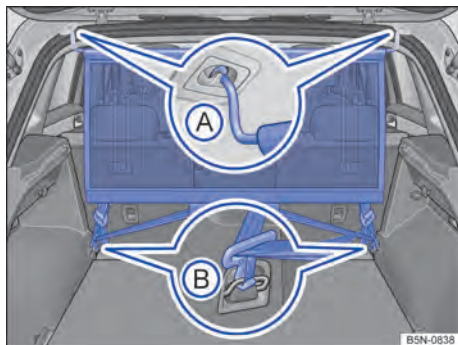

Fig. 181 Rede divisória instalada.
- Enganchar a rede divisória no alojamento traseiro esquerdo no teto → Fig. 181 (A). Atentar para que a barra transversal seja puxada de cima da posição superior para baixo.
- Enganchar a rede divisória no alojamento traseiro direito no teto flexionando a barra transversal → Fig. 181 (A).
- Enganchar ambos os ganchos da rede divisória nos olhais de amarração no compartimento de bagagem → Fig. 181 (B) e tensionar os cintos com firmeza.
- Desenganchar os ganchos da rede divisória dos olhais de amarração → Fig. 181 (B).
- Desenganchar a rede divisória do alojamento direito no teto → Fig. 181 (A) flexionando a barra transversal.